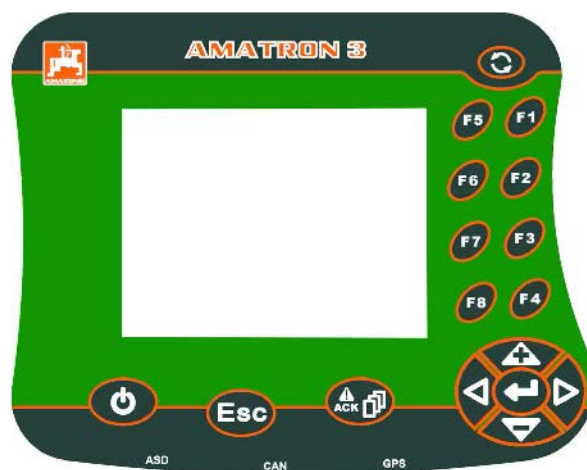

Fig. 39
- spærrer køresporcontrolsysteem på fordelerhovedet for transporten af såsæd til såsædsledningerne (Fig. 39/1) via køresporsskærenes spjæld (Fig. 39/2),
Tilførslen af såsæd til køresporsskærene afbrydes, når elektromotoren (Fig. 39/3) lukker de pågældende såsædsledninger (Fig. 39/2) i fordelerhovedet.
En sensor (Fig. 39/4) kontrollerer, om spjældene (Fig. 39/1), som åbner og lukker såsædsledningerne (Fig. 39/2), fungerer korrekt.